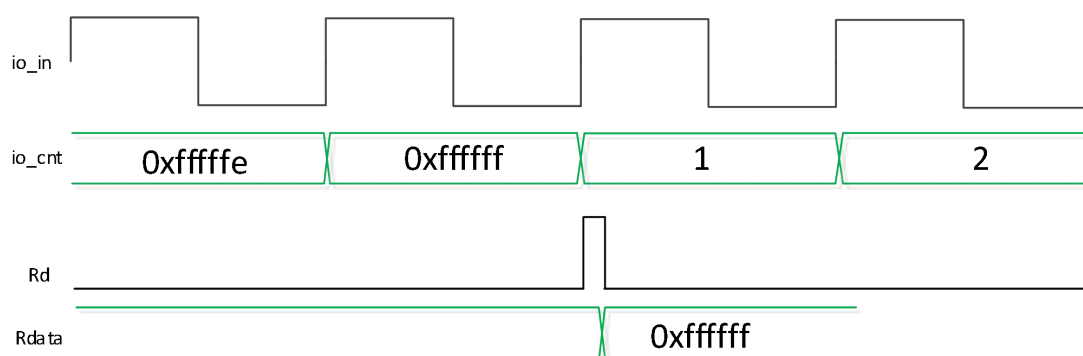

图 11.13 溢出与读同时来（上升沿计数）
- 溢出与读同时发生，此时读到 $0xffffffff$ ，同时计数值变为 1。当溢出和读清零同时发生时， $io_cnt = 1$ 。如图 11.13 所示。